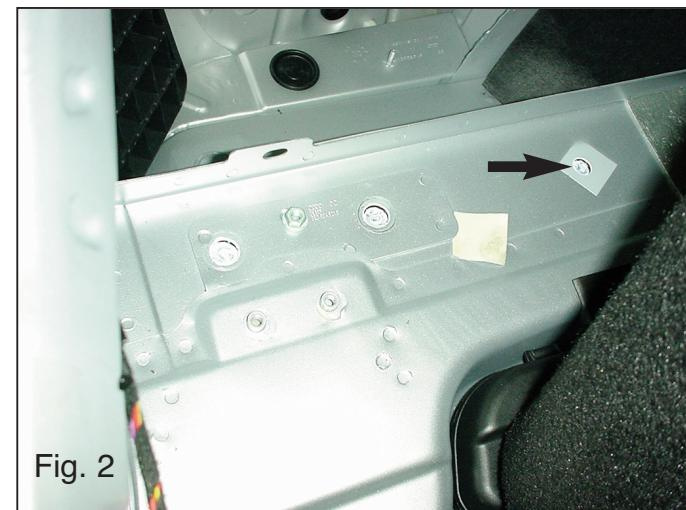
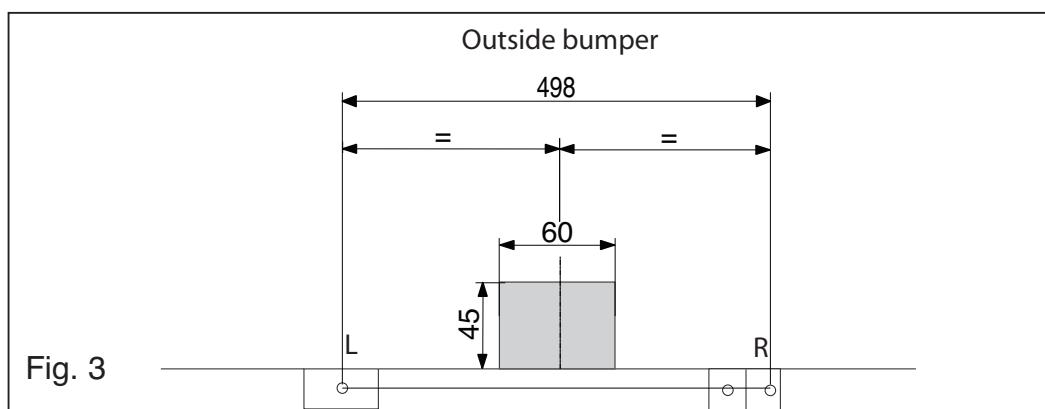

Fig. 2
Fig. 3
1. Remove the bumper. Remove the plastic back panel and detach the left and right side panels to access the points of attachment. Remove the stickers from the fixing points in the base of the luggage compartment (see fig. 2). Remove the bumper and loosen the heat shield and the last exhaust suspension. On the underside of the middle of the bumper, saw out a rectangular portion measuring 60mm wide and 45mm deep (see fig. 3).
1. Verwijlder de bekleding van de bodemvloer. Verwijder het kunststof-sach-terpaneel en neem het linker en rechter zijkantje gedeeltelijk los, zodat de bedgesigingsspruiten bereikbaar zijn. Verwijder de stikkers uit de kofferraakbodem t.p.v. de bedgesigingsspruiten. (zie fig. 2.) Demonter de bumper en maak het hitteschijf en de leaste uitlaatophanging los. Zagg aan de onderzijde in het midden van de bumper een rechthoekigdeel uit
1. Die Fußbodenverkleidung entfernen. Die Kunststoff-Rückwand entfernen und die linke und rechte Seitenwand teilweise lösen, so dass die Befestigungspunkte erreichbar sind. Die Aufkleber auf dem Boden des Kofferraums bei den Befestigungspunkten entfernen (siehe Abb. 2). Die Stoßstange demontieren und das Hitzeschild sowie die letzte Auspuffaufhängung los machen. An der Unterseite in der Mitte der Stoßstange ein rechteckiges Stück 60 mm breit und 45mm tief ausschneiden (siehe Abb. 3).
2. Avlägsna om dessa finns tidsensorn från stötfängarna innanmärte. Avlägsna innanmärket inklusive stagen. Dessas förfölje. Borra till höger undersidan för att få en jämn underlida. (se fig. 3).
1. Dénoser le revêtement du plancher du fond. Enlever le panneau arrière en plastique et détailler parallèlement le panneau latéral à gauche et à droite afin d'accéder aux points de fixation. Enlever les autocollants du fond du coffre à l'emplacement des points de fixation (voir fig. 2).
2. Avlägsna innanmärket inklusive stagen. Borra till höger undersidan för att få en jämn underlida. (se fig. 3).